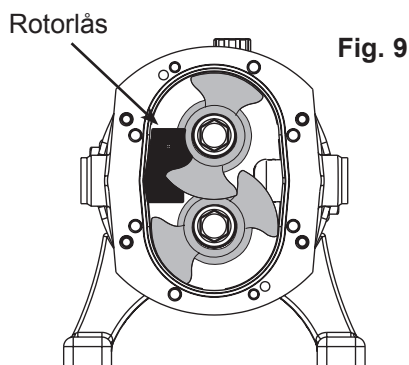
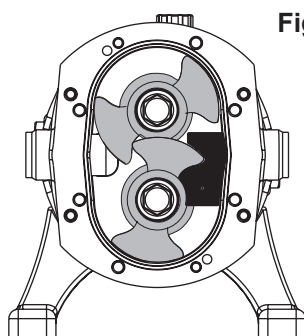

Fig. 9
Fig. 8
1. Afmonter tandhjulskappe (26) som beskrevet i afsnit 4.4.
2. Afmonter frontplade (1) som beskrevet i afsnit 4.1
3. Placer rotorerne (35) og specialværktøjet rotorlås som vist på fig. 9.
4. Ret den bøjede tap på spændskiven (55) ved tandhjulene (54) ud og løs den øverste eller højre tandhjulsmøtrik (56).
5. Flyt rotorlåsen som vist på fig. 8.